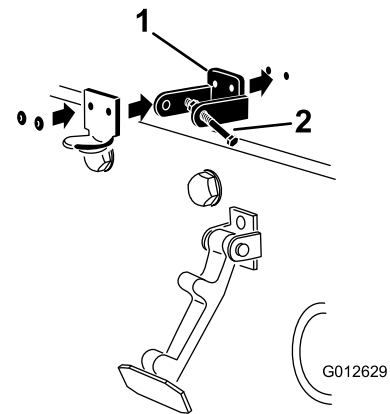

Figura 18
3. Alinee los orificios de montaje y posicione el cierre de seguridad para CE y el cerradero sobre el capó. El cierre de seguridad debe estar en contacto directo con el capó (Figura 18). No retire el conjunto de perno y tuerca del brazo del cierre de seguridad.
5. Remache el seguro de cierre, el cerradero y las arandelas al capó (Figura 18).